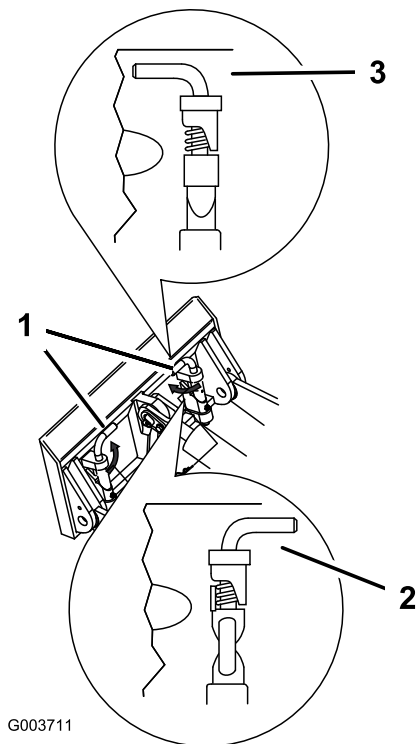

Figure 11
7. Engagez complètement les goupilles à fixation rapide dans la plaque de montage (Figure 11).